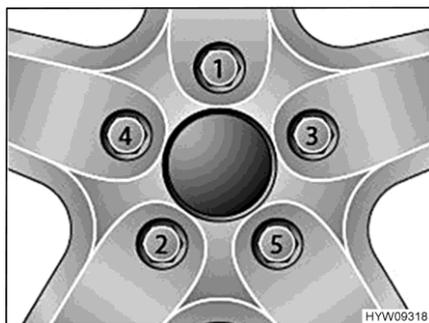

Fig. 103 Serraggio a croce di dadi delle ruote e bulloni delle ruote
- Serrare i dadi delle ruote o i bulloni delle ruote nell'ordine riportato in Fig. 103. A tale scopo, utilizzare una chiave dinamometrica e rispettare la coppia di serraggio indicata (vedi paragrafo 14.5).
- Controllare regolarmente il serraggio dei dadi o dei bulloni. Regolare il serraggio dei dadi delle ruote o dei bulloni delle ruote di una ruota sostituita dopo circa 50 km. A tale scopo, procedere seguendo l'ordine indicato in Fig. 103.
- Se si utilizzano cerchioni nuovi o riverniciati, regolare il serraggio dei bulloni o dei dadi dopo altri 1000 - 5000 km. A tale scopo, procedere seguendo l'ordine indicato in Fig. 103.